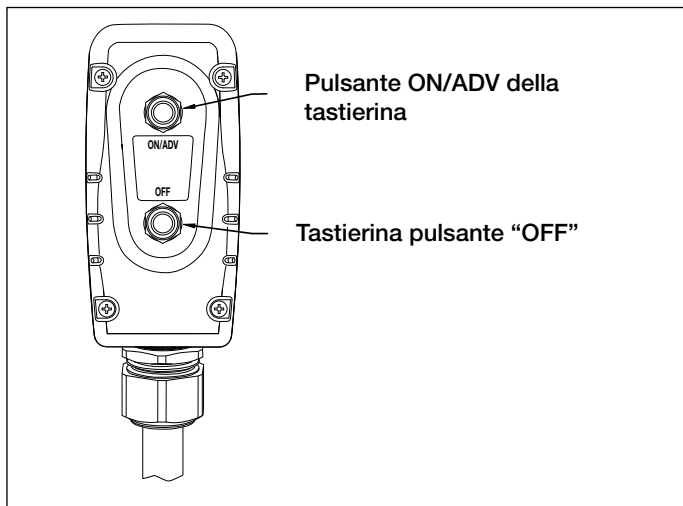

Figura 8, Pulsanti della tastierina
5.2 Funzionamento della tastierina (vedere figura 8)
5. Per avviare la pompa, premere il pulsante ON/ADV della tastierina. Vedere la figura 8. Il motore si avvierà automaticamente, e la chiave inizierà ad avanzare. La chiave torsionometrica continuerà ad avanzare fintanto che si mantiene il pulsante premuto.
La pompa é fornita con un manometro installato. Per la vostra convenienza, é previsto un disco con i valori della coppia, sovrapponibile da montare sopra alla faccia del manometro e che converte facilmente le letture della pressione in letture della coppia (vedere figura 8, vista A). Il disco sovrapponibile ha le unità imperiali (Ft-Lbs.) da un lato e le unità metriche dall'altro (Nm). Per cambiare le scale, semplicemente capovolgere il disco.
1. Smontare i tre dadi ad alette neri che tengono al suo posto la flangia frontale del manometro (vedere la figura 8, vista B).
2. Smontare la flangia frontale e il disco sovrapposto (vedere figura 8, vista C).
3. Inserire il nuovo disco da sovrapporre (ricordarsi di verificare che il disco corrisponda alla chiave torsionometrica Enerpac che si sta usando) sopra alla flangia, allineando il disco con le depressioni sul retro della flangia (vedere la figura 8, vista D).
4. Mentre si sostiene il disco da sovrapporre dietro la flangia (vedere la figura 8, vista C), introdurre la flangia sui prigionieri della manopola, riposizionando il disco sovrapponibile come necessario, e fissare la manopola, stringendo solo con le dita. La flangia premerà il disco sovrapponibile sopra al manometro e lo fisserà al suo posto. Vedere le istruzioni della chiave torsionometrica per l'ammontare della pressione necessaria richiesta per produrre la coppia desiderata. Notare che la pressione massima varia per le diverse chiavi ed accessori.